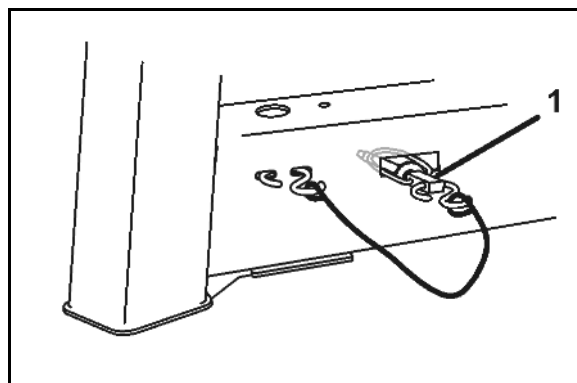

Fig. 44
5. Styrbare bremsruller (Fig. 44/1) foran
- o monter, og sikre med splint (Fig. 44/2), hhv.